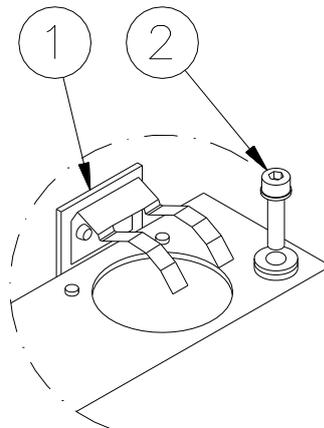

Figura 22 – Rimuovere il portalamпада
- svitare le tre viti TSCE M5x20 (Figura 22- n° 2) e rimuovere il portalamпада (Figura 22 - n° 1)